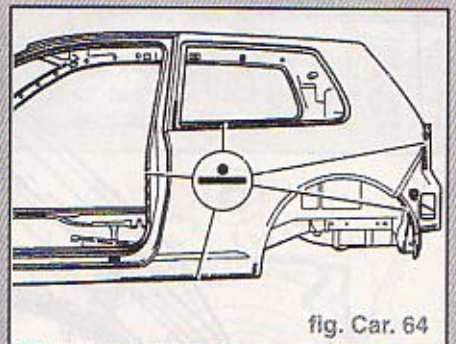

fig. Car. 64
- Souder le panneau latéral à la pointeuse électrique (fig. Car. 64)